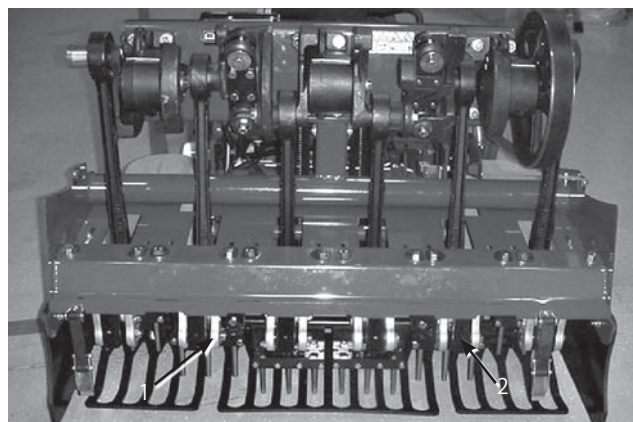

図25
5. ティン・ホルダー #2 と #5（図25）にティンを取り付け、キャップスクリュで固定する。